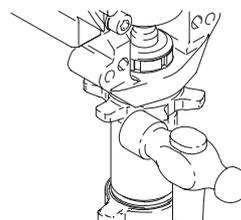

Fig. 13
4. Fig. 13. Afloje la contratuerca golpeándola firmemente con un martillo de 570 g (máximo). Desenrosque la bomba.